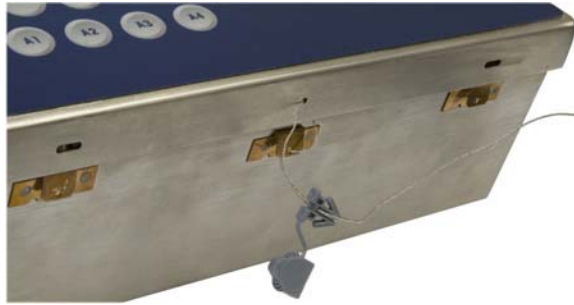

Abbildung 2-89: Externe Versiegelung des Gehäuses für raue Umgebungen
Für die externe Versiegelung des Gehäuses für raue Umgebungen siehe Abbildung 2-89 und diese Schritte befolgen:
6. Das Ende des Drahtkabels durch das Kunststoffsiegel fädeln und das Siegel einrasten lassen. Beachten Sie, dass Abbildung 2-89 zur Darstellung des Verhältnisses zwischen den Komponenten die Abdeckung geöffnet, das Kabel mit Spiel und das Siegel noch nicht geschlossen zeigt.